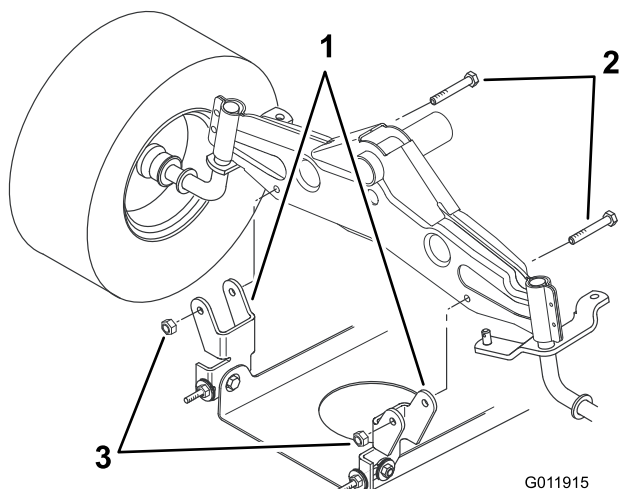

Figure 19
9. Retirez les boulons et contre-écrous et détachez les deux supports de pivot du plateau de coupe de l'essieu avant (Figure 19).